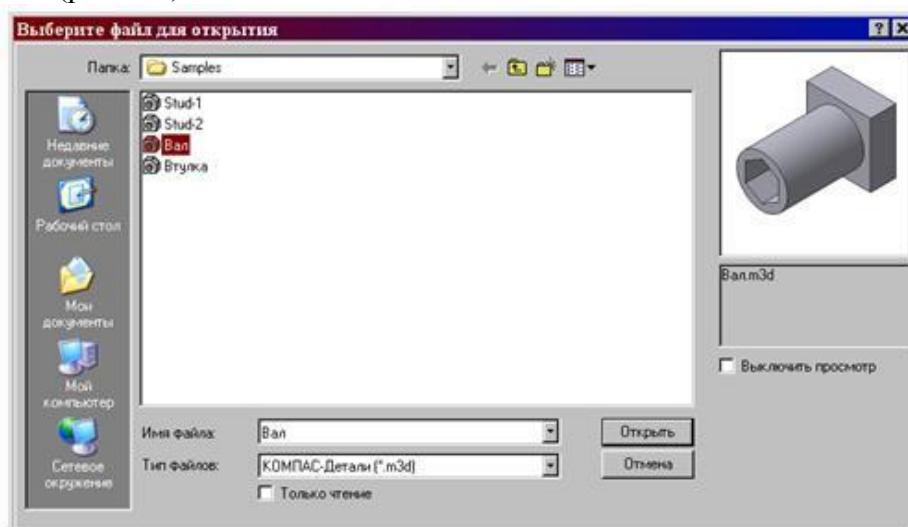

Рис.4.5. Открытие файла детали Вал
2. В диалоге выбора файлов для открытия выберите файл Вал и нажмите кнопку Открыть (рис. 4.5).